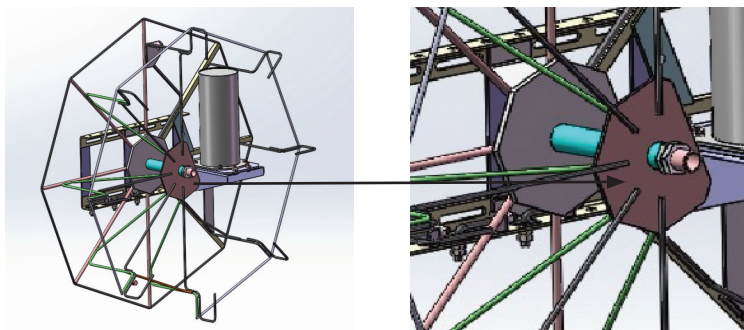

Рисунок 1
2.1 Барабан состоит из: катушки барабана с кронштейном для установки муфты, рамы барабана с осью, элементов фиксации катушки к раме (Рисунок 1)